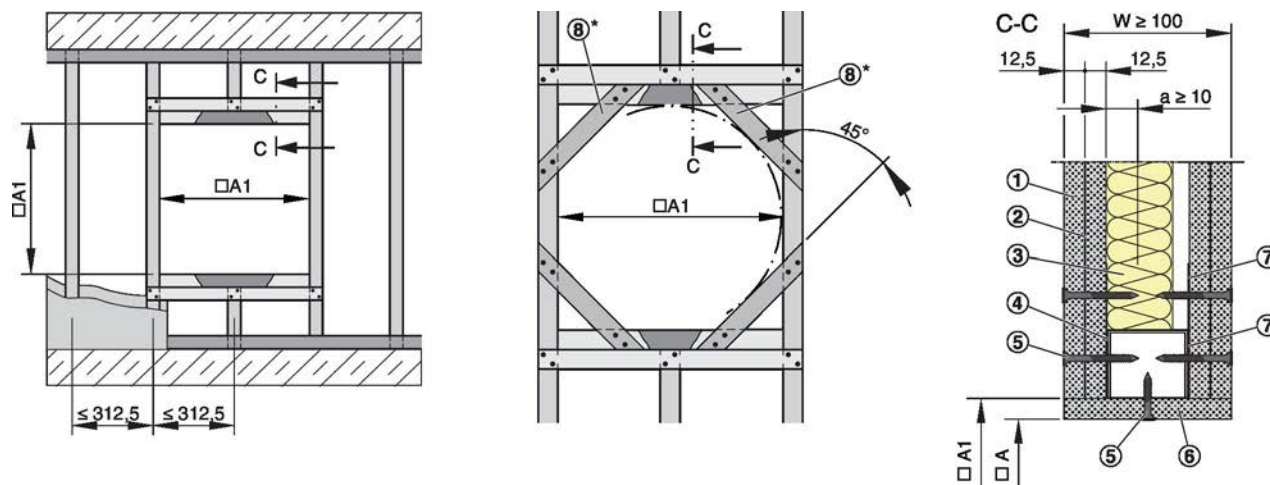

Fig. 35: Pared de sectorización
- Realizar la abertura de instalación, más información Fig. 35:
- Si la instalación de las compuertas $\varnothing 450$ se realiza con base de mortero, se deberán proporcionar cuatro secciones adicionales ⑧ en ángulo de 45° para reforzar la estructura de pared metálica.